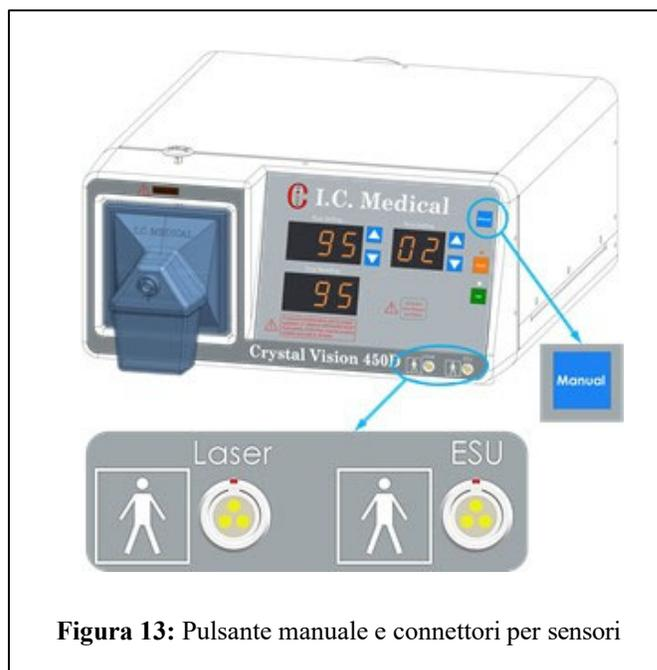

Figura 11: Pulsanti di regolazione del flusso.
6. I pulsanti di IMPOSTAZIONE DEL FLUSSO (freccie verso l'alto e verso il basso) (Figura 11) regolano il livello di flusso desiderato sul relativo display di impostazione. Il misuratore digitale per la lettura del flusso indica il flusso effettivo nell'unità. Il rumore RF potrebbe causare lo sfarfallio dell'impostazione e della lettura del flusso; tuttavia, non influenzerà il flusso effettivo o la funzionalità del CRYSTAL VISION®.